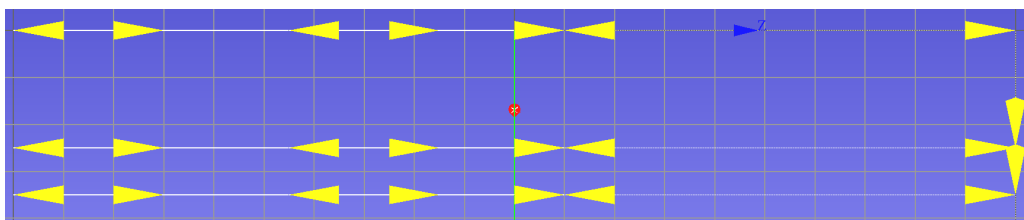

Рис. 2.14.12: Демонстрация цикла G81 с несколькими отверстиями
**Пример** использования цикла G81 с несколькими отверстиями (рис. 2.14.12)